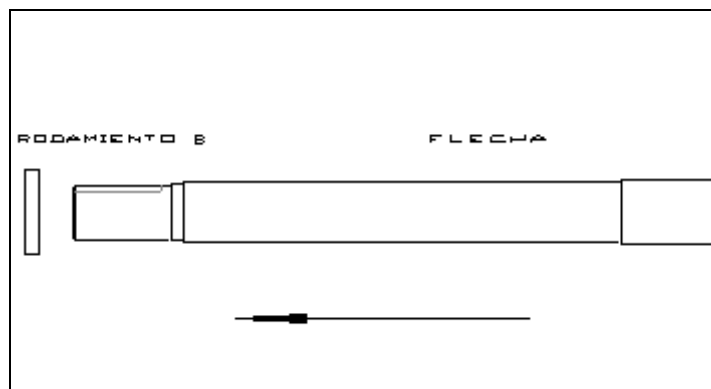

Figura 6.2 Alineación de flecha con rodamiento B
6.1.1 Primer paso de ensamble: En este paso se toma la flecha de derecha a izquierda, colocando en la mano izquierda el diámetro más pequeño para que se pueda insertar en el rodamiento sin problema alguno de interferencia. En la figura 6.2 se muestra la forma correcta del cómo debe esta alineada la flecha para ser insertada en el rodamiento.